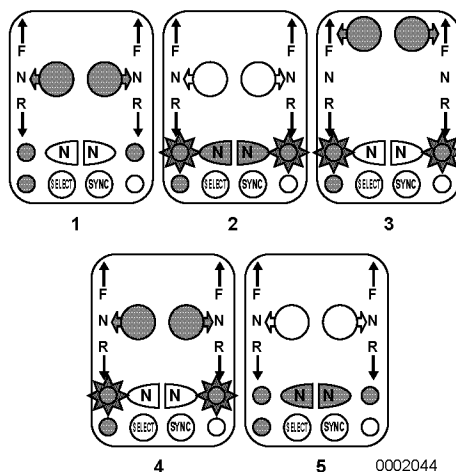

Figura 13
1. Ponga la(s) palanca(s) en punto muerto ("N"). El(los) indicador(es) de punto muerto se iluminan de forma continua **(Figura 13, (1))**.
2. Pulse el(los) botón(es) de punto muerto ("N") **(Figura 13, (2))**. El(los) indicador(es) de punto muerto parpadea(n) (estrella alrededor del(de los) indicador(es) en **(Figura 13, (2))**).
3. Moviendo la(s) palanca(s) de mando hacia marcha adelante o atrás **(Figura 13, (3))** se controlan las rpm del motor, pero con el inversor desembragado.
1. Ponga la(s) palanca(s) en punto muerto **(Figura 13, (4))**.
2. Pulse el(los) botón(es) de punto muerto ("N") **(Figura 13, (5))**. El(los) indicador(es) de punto muerto se iluminan de forma continua **(Figura 13, (5))**.